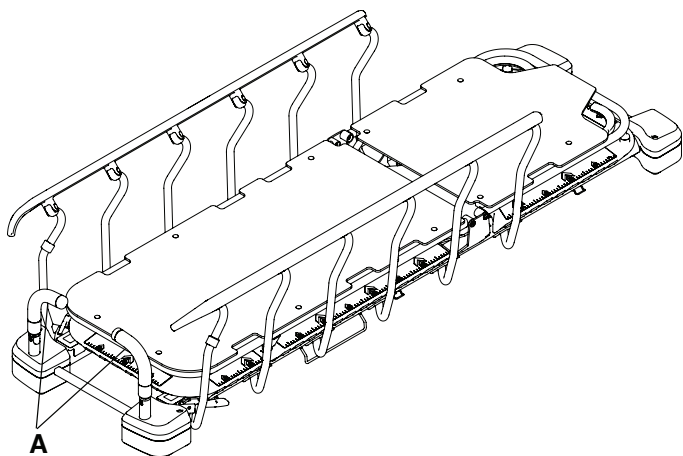

**Figura 9 – Colocación de las asas de empuje del extremo de los pies**
1. Tire recto hacia arriba de las asas de empuje del extremo de los pies (A), una cada vez (Figura 9).
2. Gire las asas de empuje del extremo de los pies (A) hasta la posición de uso.